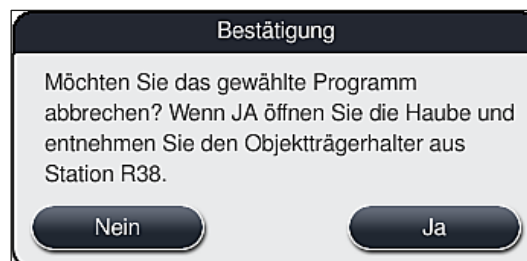

Abb. 93
5. In der folgenden Meldung (→ "Abb. 93") mit der Taste **Ja** den Programmabbruch bestätigen oder mit **Nein** zur Prozessstatusanzeige zurückkehren.
Die Hinweise der Meldung (→ "Abb. 93") sind unbedingt zu beachten.